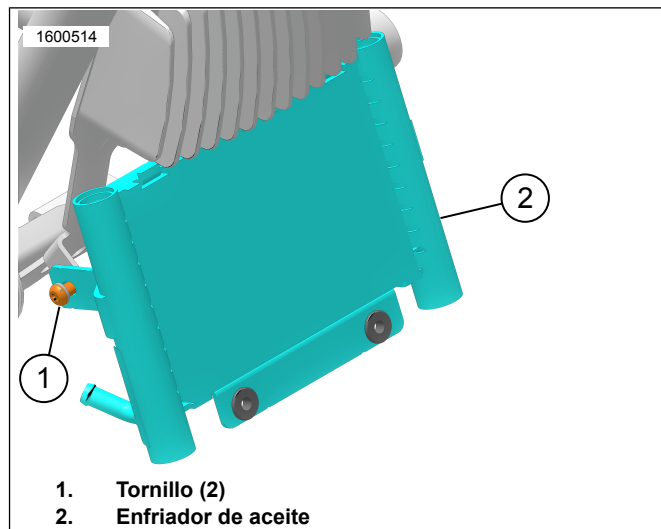

Figura 2. Tornillos del enfriador de aceite
2. Vea la Figura 2. Quite los tornillos (1).
- a. Vea la Figura 2. Instale y ajuste los tornillos (1).